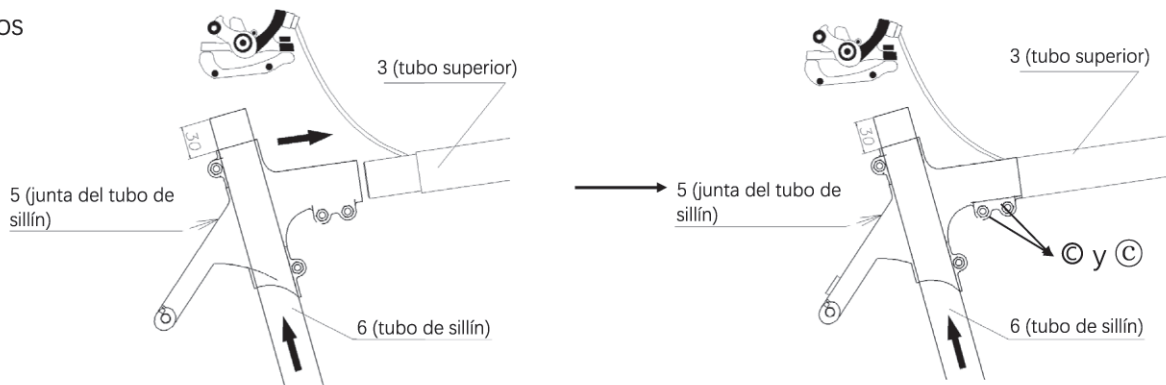

Figura 11.
a. Insertar la pieza 3 en la pieza 5, como se muestra en la Figura 11.